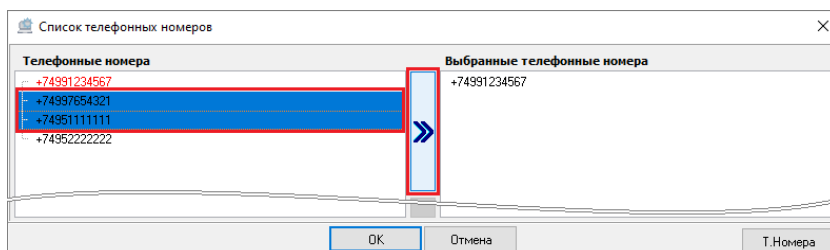

Рисунок 6-171 Привязка телефонных номеров абонента кнопкой переноса
- в окне «Список телефонных номеров» в поле «Телефонные номера» выделите один или несколько телефонных номеров (для выделения сразу нескольких номеров нажмите и удерживайте на клавиатуре клавишу <Shift> для выбора диапазона или клавишу <Ctrl> для комбинированного выбора) и нажмите кнопку переноса  (см. Рисунок 6-171);